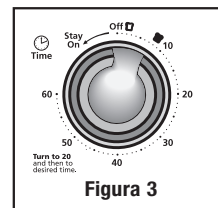

Figura 3
3. **Perilla De Control De Reloj Programador Con Alarma** – Ajuste el tiempo de cocción hasta 60 minutos. El horno se apaga automáticamente al finalizar el tiempo de cocción. (Vea la figura 3)